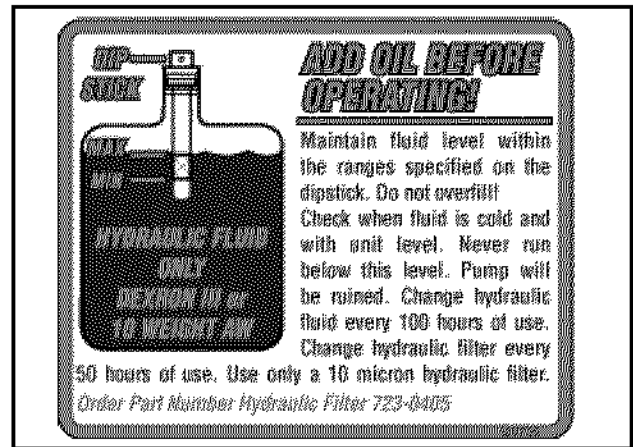

Figura 6
- Compruebe el nivel fluido que usa la varilla de aceite. Ver la Figura 6.